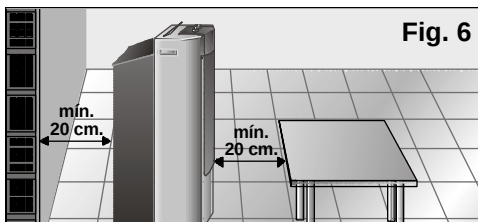

Fig. 6
- ☐ Por segurança, antes de ligar o seu equipamento é necessário que este esteja separado pelo menos 20 cm de qualquer superfície próxima, **Fig. 6**.